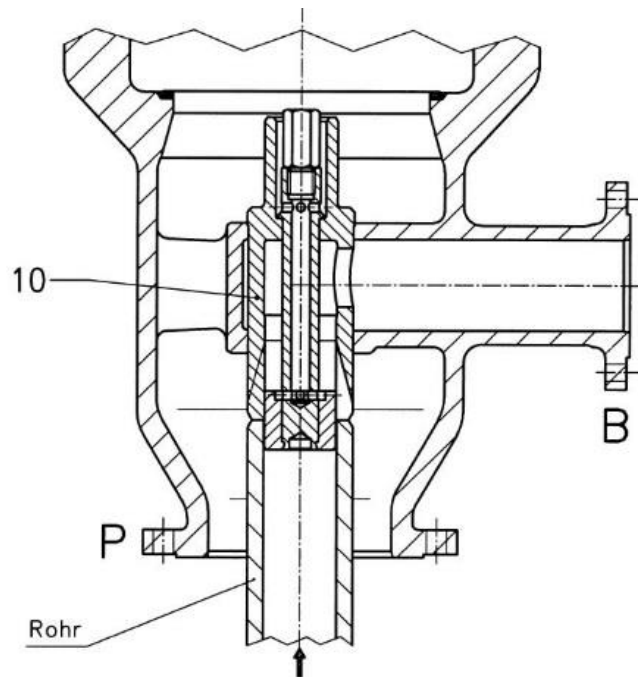

Abbildung 11 Ausbau des Freilaufeinsatzes (Pos. 10 – 13)
6. Freilaufeinsatz (Pos. 10-13) mit Hilfe eines Rohrs von der Ventileintrittseite her ausdrücken (siehe Abb. 11).